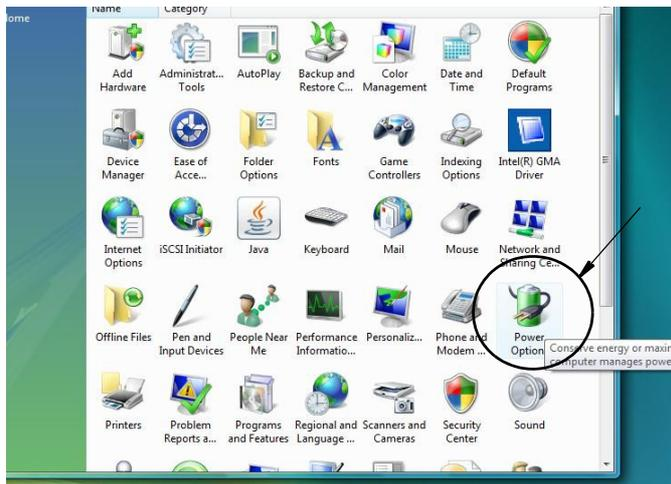

FIG. 17
2. Cliquez sur l'icône "Power Options" (Options d'alimentation) (FIG. 17).